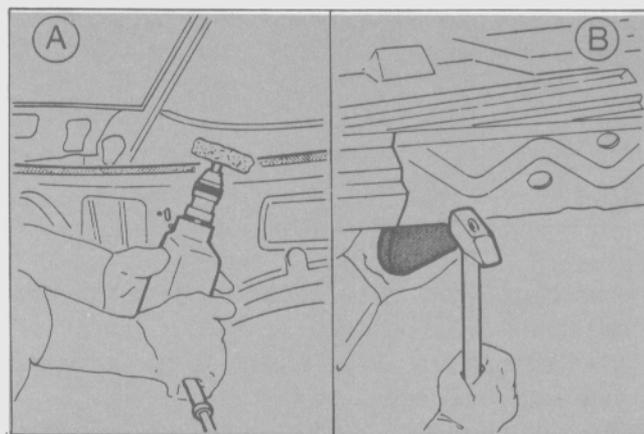

Fig. 29
- Quitar los puntos de soldadura con una esmeriladora (Fig. 28) y pulir ambos lados de las pestañas hasta que brillen (Fig. 29 A).
- Alinear las pestañas, deformadas por el calor o al cortarse utilizando un martillo y un "aguantador" (Fig. 29 B).